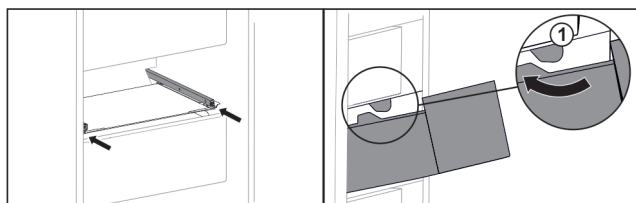

Fig. 100
- ▶ Før skuffen omkring stoppene Fig. 100 (1).